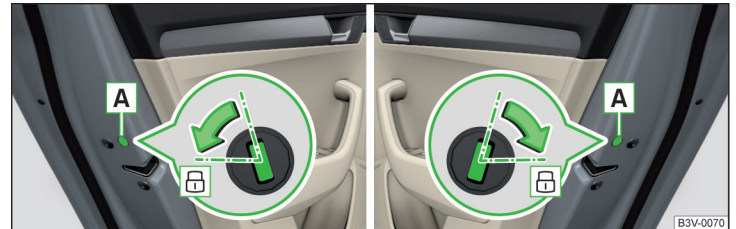

Abb. 248 Notverriegelung: Tür hinten links/rechts
- › Die entsprechende Hintertür öffnen und die Blende [A] entfernen » Abb. 248.